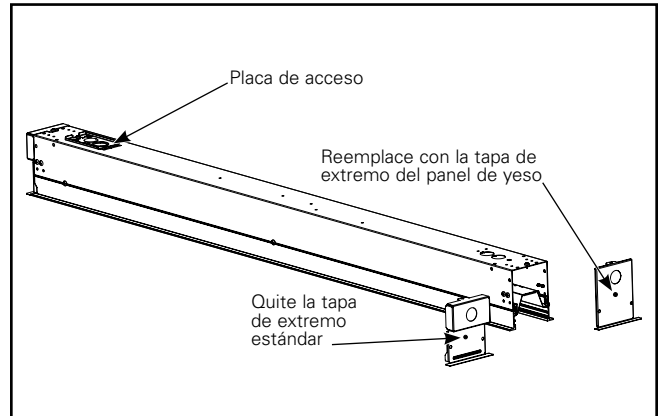

**Figura 1.**
1. Comience por quitar los 4 clips de rejilla en las esquinas de la luminaria. Ver la figura 1.